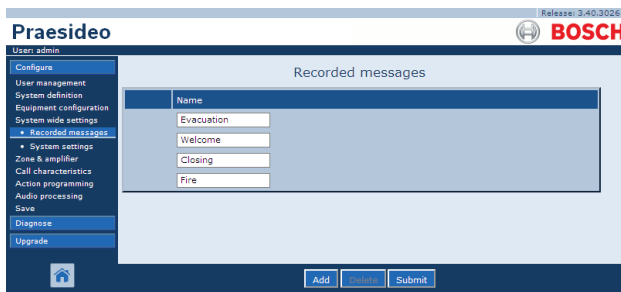

Abbildung 44.6: Anmeldung von Durchsagen löschen, Schritt 1
- 1 Gehen Sie zu *Configure > System wide settings > Recorded messages* und öffnen Sie die Seite *Recorded messages*. Im Main Frame der webbasierten Benutzeroberfläche wird ein Bildschirm angezeigt, der dem in Abbildung 44.6 gleicht.